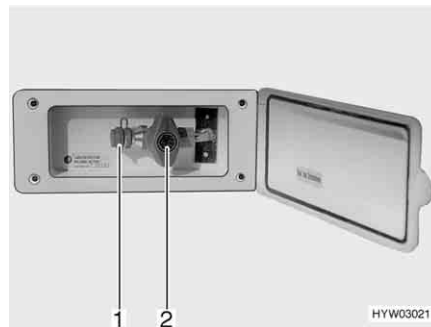

Fig. 124 Toma exterior de gas, válvula de paso de gas cerrada
La toma externa de gas (Fig. 124) está, en función del modelo, en la parte trasera o en el lado izquierdo o derecho del vehículo.
- Conectar el aparato de gas externo en el punto de conexión (Fig. 124,1).
- Abrir la válvula de paso de gas (Fig. 124,2).